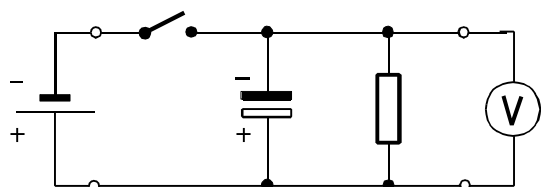

Abb. 7: Schaltung zur Entladung eines Kondensators
3.1 Die Schaltung zur Entladung eines Kondensators ist auf der Schalttafel fertig aufgebaut (Abb.7). Wegen der besonderen Bauform des Kondensators (Elektrolytkondensator) muss auf die richtige Polarität geachtet werden.